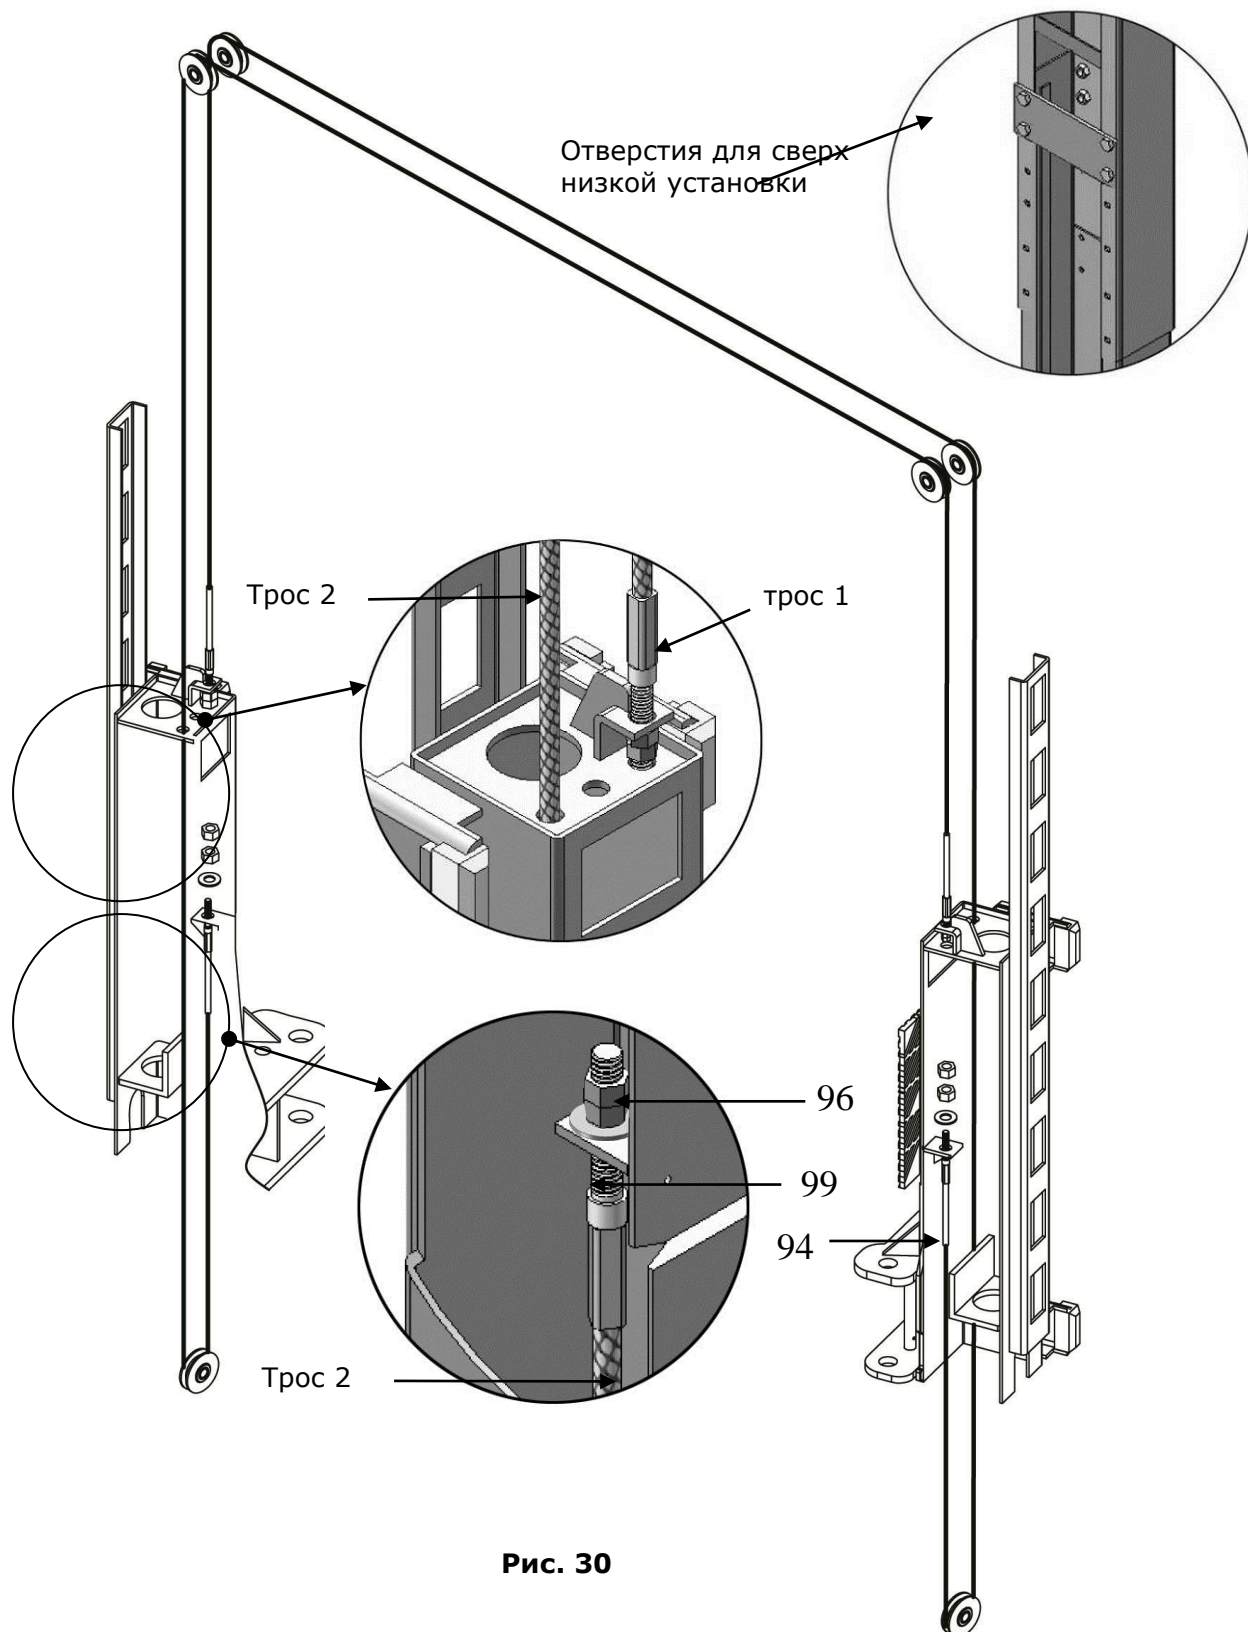

Рис. 30
3. **Сверхнизкая установка.** Подходит для установки подъемника на высоту до 4200мм (см. рис. 30).